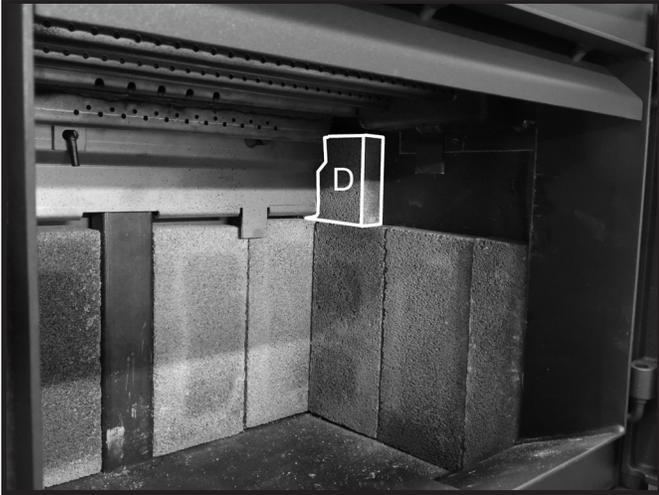

Figure 15: Petite brique réfractaire en position.
- Placez une brique réfractaire sur les briques réfractaires précédemment placées et faites-le glisser vers le mur arrière en veillant à ce que ce brique s'insère derrière le rail en brique (Figure 15).